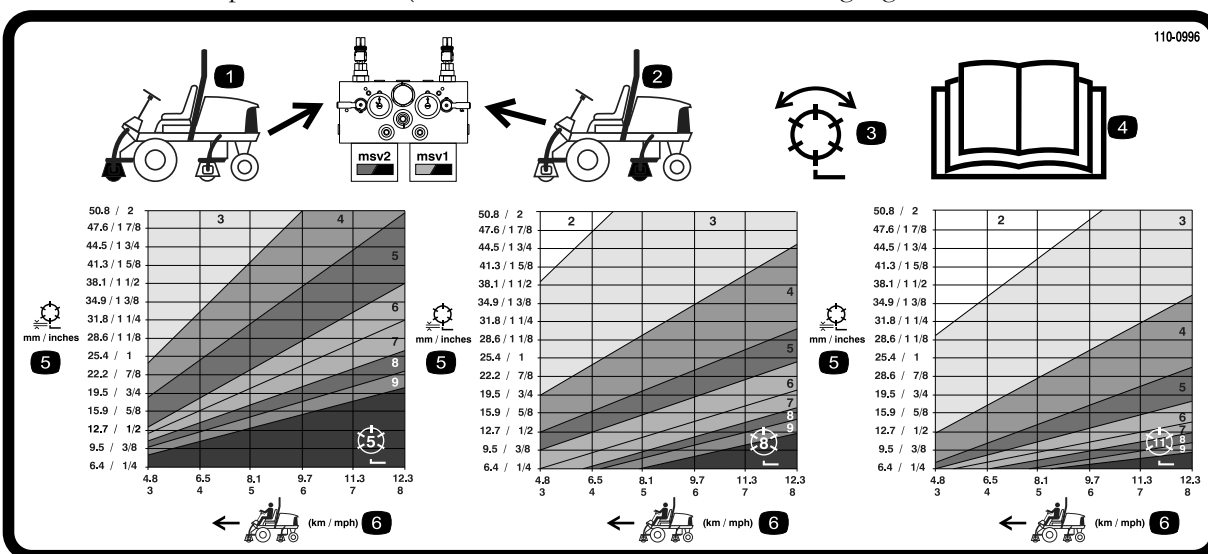
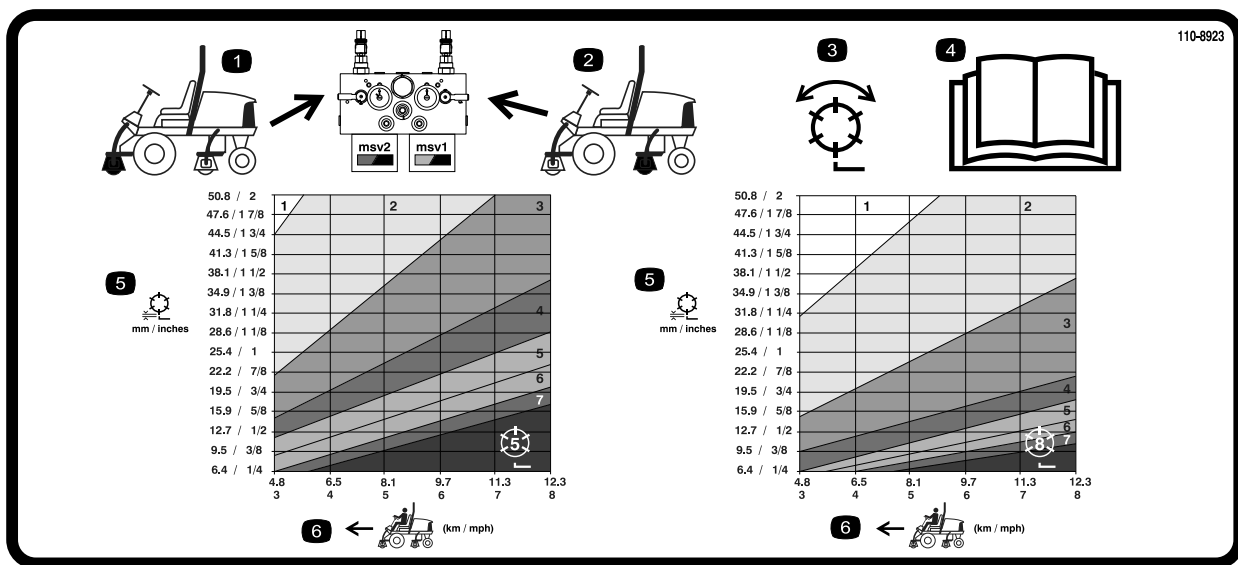

Bild 38
**Bild 39**
3. Ermitteln Sie mit der entsprechenden Tabelle auf dem Schild 110-0996 (Bild 38) für Reelmaster 5510 & 5610, 17,8 cm [7 Zoll] Spindelmähwerke, oder Schild 110-8923 (Bild 39) für Reelmaster 5210 & 5410, 12,7 cm [5 Zoll] Spindelmähwerke, die richtige Einstellung für die Spindeldrehzahl.